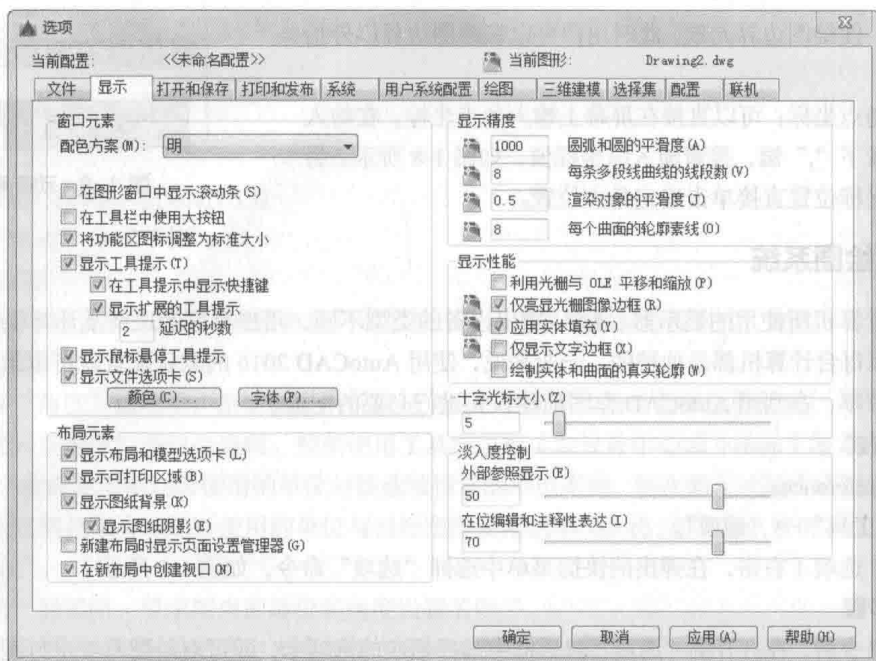
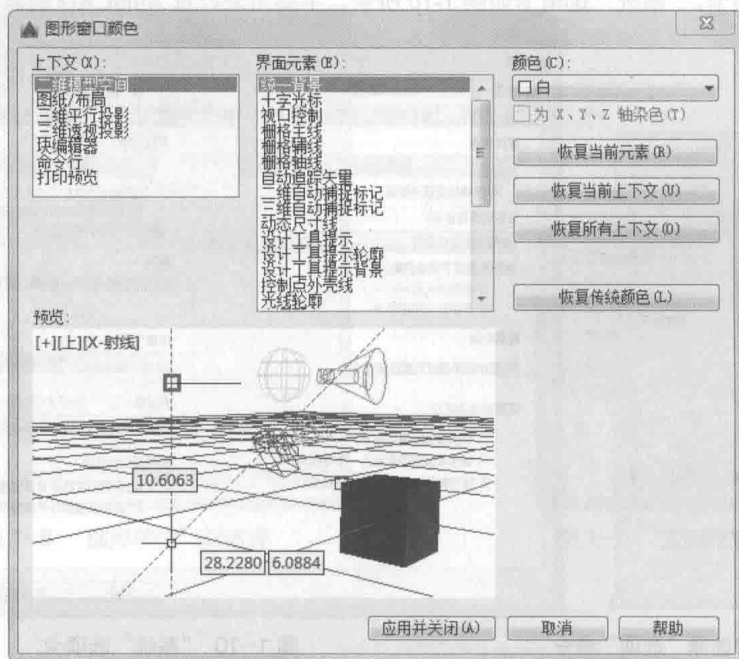

图 1-11 “显示”选项卡
图 1-12 “图形窗口颜色”对话框
(2) “显示”选项卡。“显示”选项卡如图 1-11 所示, 主要用于控制 AutoCAD 窗口的外观。在该选项卡中, 用户可以根据需要对“窗口元素”“布局元素”“显示精度”“显示性能”“十字光标大小”及“淡入度控制”等性能参数进行详尽的设置。有关各选项的具体设置, 读者可自己参照“帮助”文件学习。
(3) 选择“工具” → “选项”命令, 在弹出的“选项”对话框中选择“显示”选项卡, 如图 1-11 所示。单击“窗口元素”选项组中的“颜色”按钮, 打开如图 1-12 所示的“图形窗口颜色”对话框。